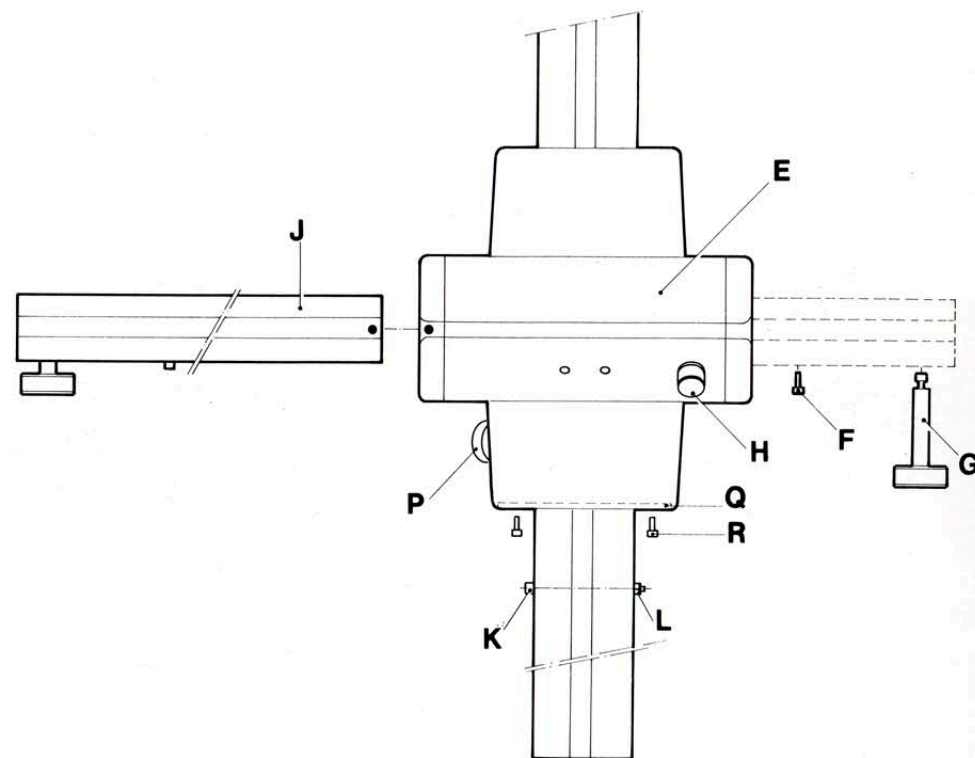

Fig. 2
E. Monteren van de dwarsbuis (fig. 2)
F. Verwijderen van de blokkering van het contragewicht (fig. 2)
H. Montage van de MBS-5 Accessoire Tafel (optie). (fig. 2)
E. Mounting of the crossarm (fig. 2)
F. Removing of the counterweight blocking (fig. 2)